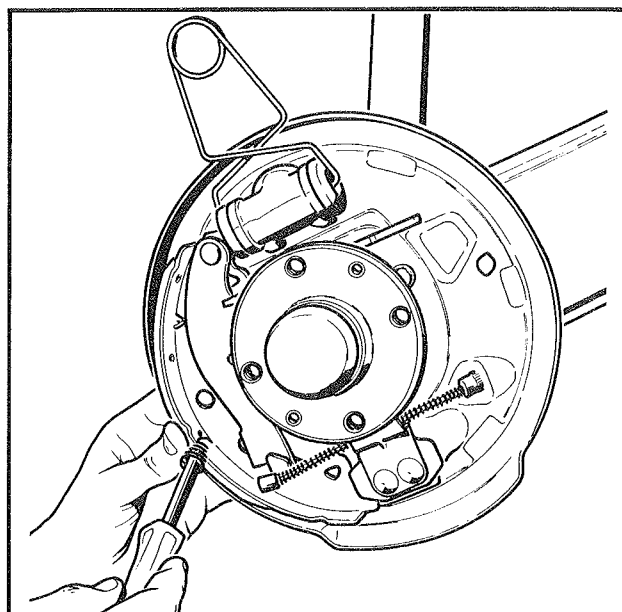

Fig. 13
- Monter son ressort de maintien sur plateau. A l'aide d'un tournevis, appuyer sur le ressort et le faire pivoter pour l'accrocher (fig. 13).